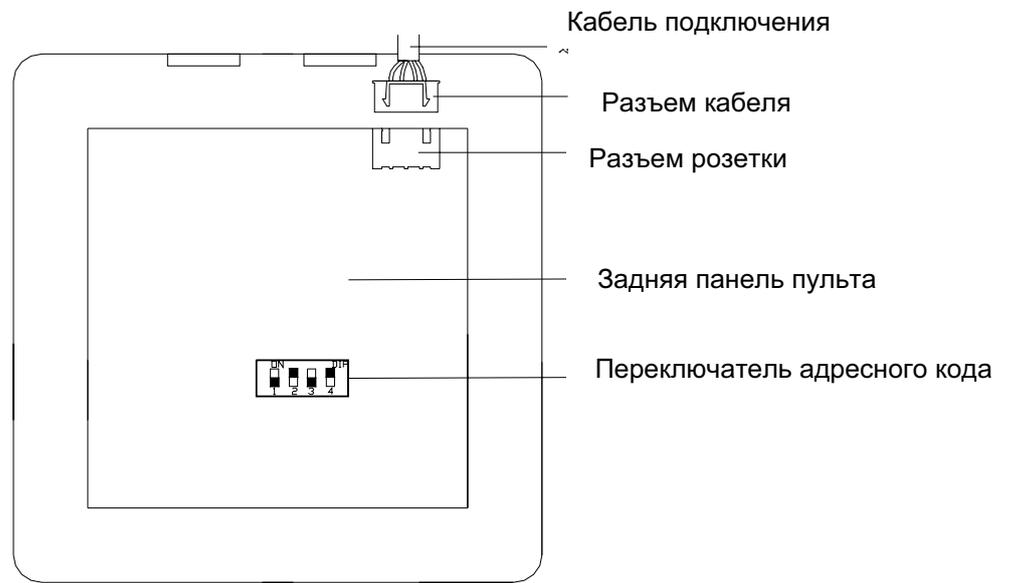

Рисунок 12.2- Подключение кабеля управления
- Соедините разъемы соединительного кабеля и пульта (см. рис.12.2)